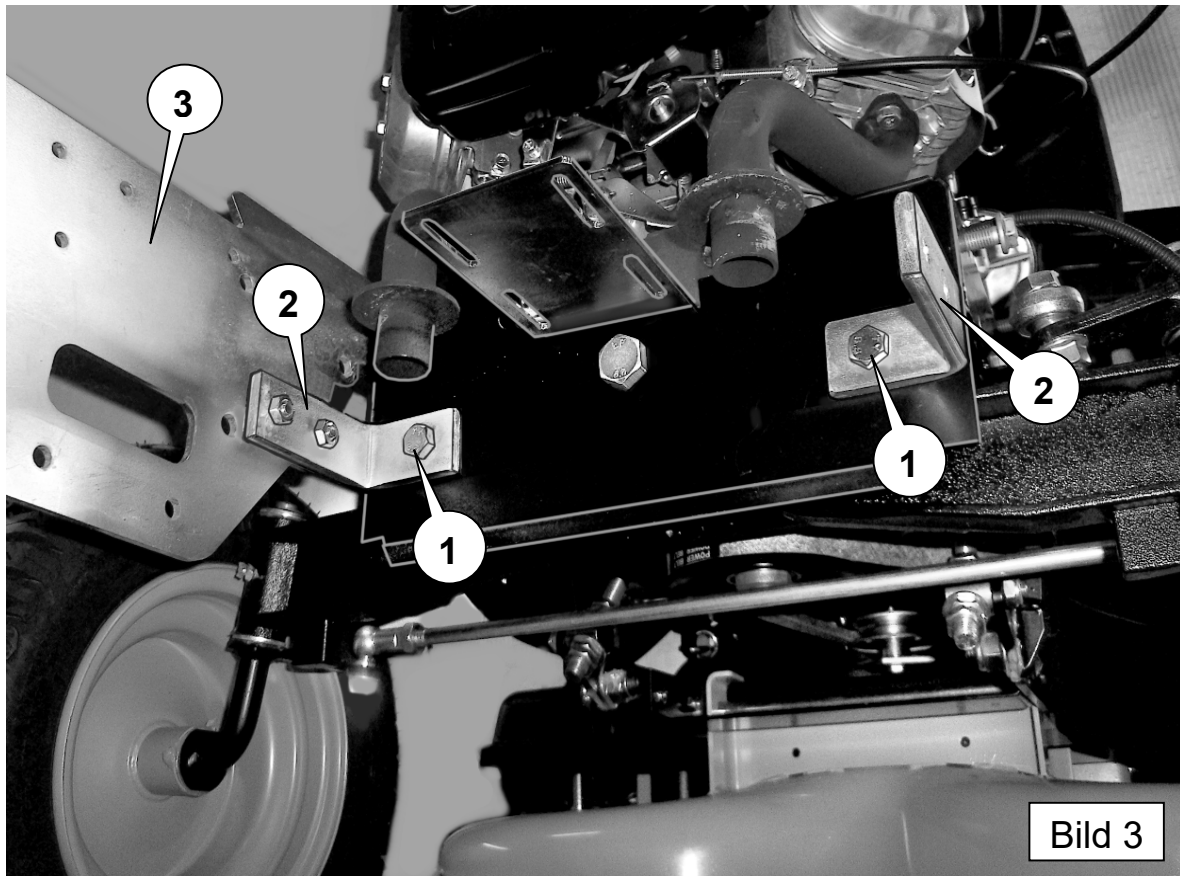

Bild 3
**3.4** Nun haben Sie Zugang zu den Schrauben der Pendelbegrenzung der Vorderachse (Bild 3, Pos. 1). In Fahrtrichtung vorn werden auf diesen Schrauben **Stützwinkel** (Bild 3, Pos. 2) angebracht. Entfernen Sie die Bundmutter **einer** Begrenzungsschraube. Schieben Sie diese Begrenzungsschraube mit einer Sechskantschraube M10x90 (aus dem Beipack) nach vorn heraus. Nehmen Sie die zweite M10x90 – Schraube aus dem Beipack, stecken Sie diese durch den Stützwinkel und schieben Sie die erste M10x90 wieder nach hinten durch. **Achtung** ! Im Achskörper befindet sich eine Distanzhülse, die bei dieser Methode an ihrem Platz bleibt. Auf der Rückseite befestigen Sie die Schraube mit der Bundmutter, die dort auch auf der originalen Schraube war. Wiederholen Sie diese Montage auf der anderen Seite; benutzen Sie zum ersten Durchschieben die originale Schraube vom ersten Durchgang .